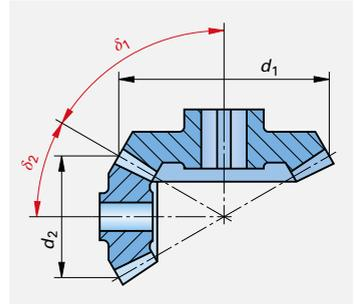

Bild 1: Kegelräder
2. **Kegelräder (Bild 1):** Zwei Kegelräder, deren Achsen senkrecht aufeinander stehen, haben die Teilkreisdurchmesser $d_1 = 160$ mm und $d_2 = 88$ mm. Gesucht sind die Teilkreiswinkel δ_1 und δ_2 .